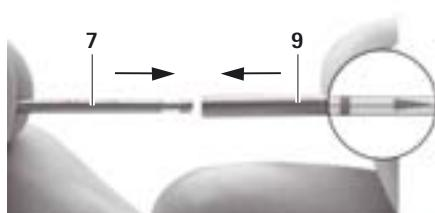

Fig. 6
- Spingere il tubicino esterno 10 fino all'arresto sul tubicino interno 9 sull'inserto di lavoro 7, vedere Fig. 6.